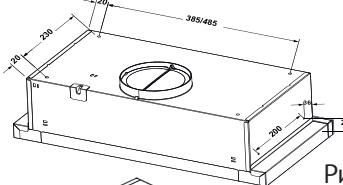

Рис. 4
6.6 Подсоедините барботер к выходу турбины (с переходником трубы барботера Ø150x120 мм). Снимите другой конец барботера в вентиляционную шахту (Рис. 4 / 4.1).
6.5 Чтобы установить вытяжку в кухонном шкафу, сделайте 4 отверстия диаметром 6-7 мм в нижней полке шкафа в соответствии с рис. 4.